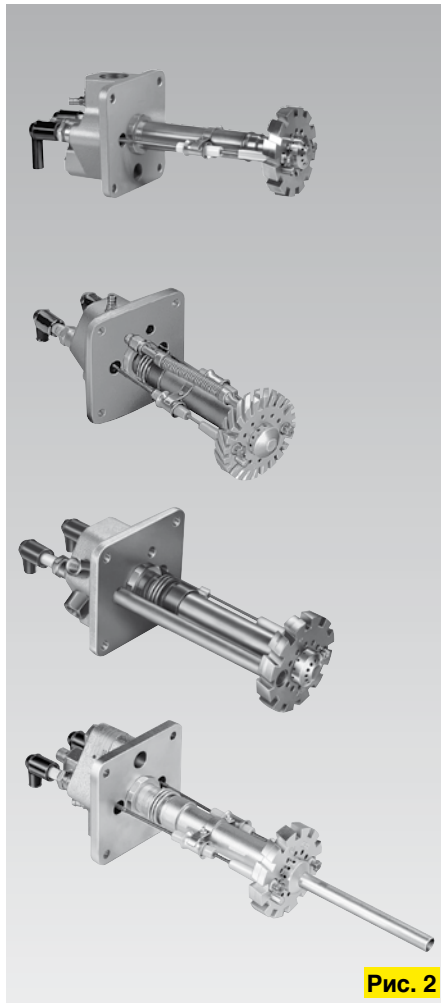

Рис. 2
2. Brenneinsatz (Fig. 2)
2. Burner insert (Fig. 2)
2. Газовый узел (Рис. 2)